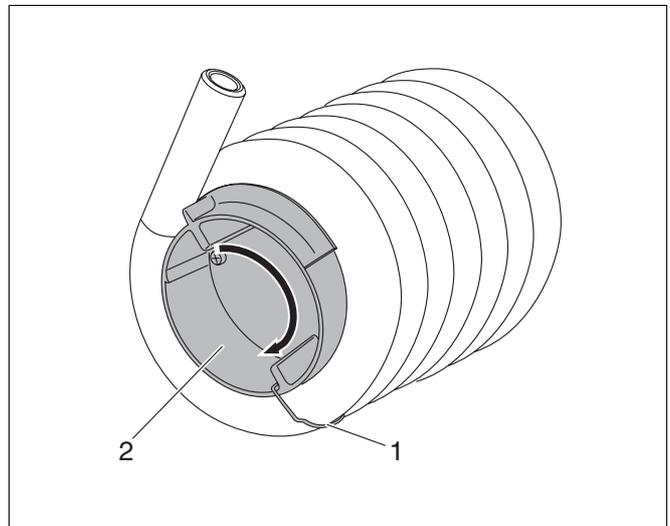

Fig. 44 Smontare il vaso di rinvio
- Smontare il vaso di rinvio (fig. 44, pos. 2) per i gas combusti posto nella parte inferiore dello scambiatore di calore, estraendo il perno di protezione (fig. 44, pos. 1) e svitando il vaso di rinvio.